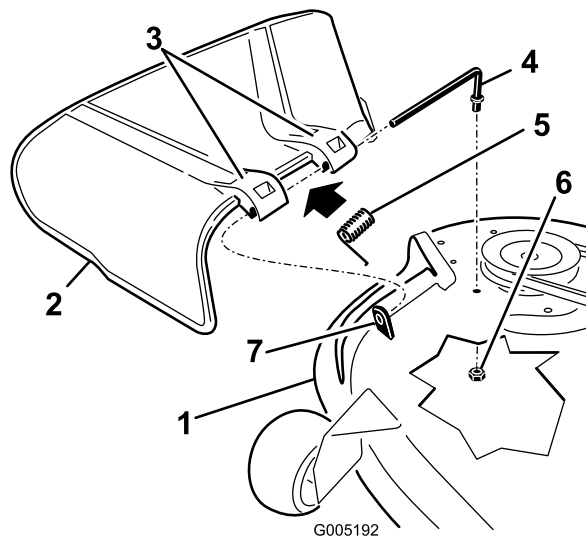

Figure 67
- Repérez les éléments illustrés (Figure 67).
- Retirez l'écrou (3/8") de la tige, sous le tablier de coupe (Figure 67).
- Sortez la tige de la courte cheville de positionnement, du ressort et du déflecteur d'herbe (Figure 67). Enlevez le déflecteur s'il est endommagé ou usé.
- Remettez en place le déflecteur d'herbe (Figure 67).
6. Placez le ressort sur la tige, les fils d'extrémité dirigés vers le bas, entre les supports du déflecteur d'herbe. Insérez la tige dans le deuxième support du déflecteur d'herbe (Figure 67).
7. Insérez la tige à l'avant du déflecteur dans la courte cheville de positionnement sur le tablier. Fixez l'extrémité arrière de la tige dans le tablier de coupe à l'aide d'un écrou (3/8") (Figure 67).